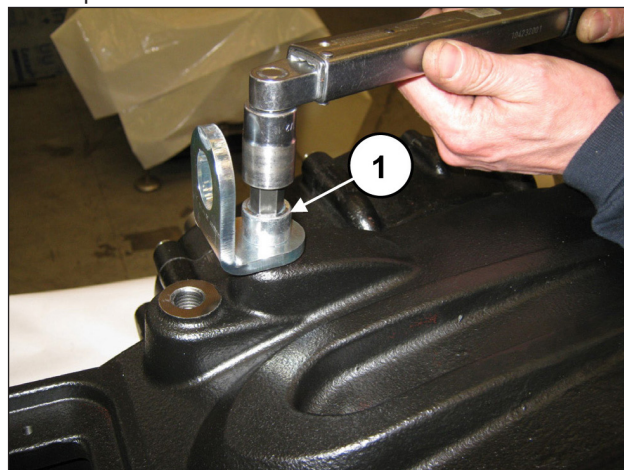

Fig. 93
Aplicar los tapones y las bridas de elevación con los tornillos M16x30 (pos. ①, Fig. 93).